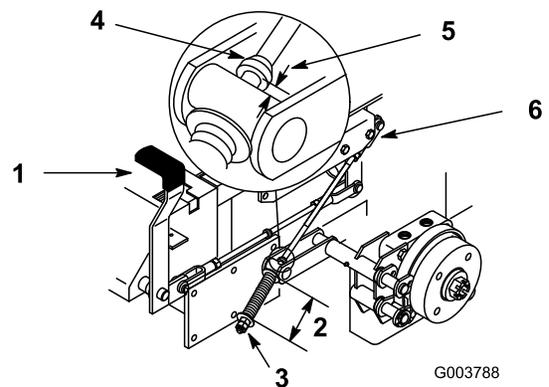

Figura 47
La medida debe ser de 70 mm (2-3/4 pulg.) entre las arandelas (Figura 47).
3. Si es necesario un ajuste, afloje la contratuerca que está debajo del muelle y apriete la tuerca que está directamente debajo de la horquilla (Figura 47). Gire la tuerca hasta obtener la medida correcta. Apriete las dos tuercas juntas y repita en el otro lado de la unidad.
La medida debe ser de 5-7 mm (3/16-1/4 pulg.) (Figura 47).
7. Si es necesario un ajuste, afloje la contratuerca que está justo por debajo de la horquilla. Gire la varilla inferior hasta obtener la medida correcta (Figura 47). Apriete la contratuerca junto a la horquilla